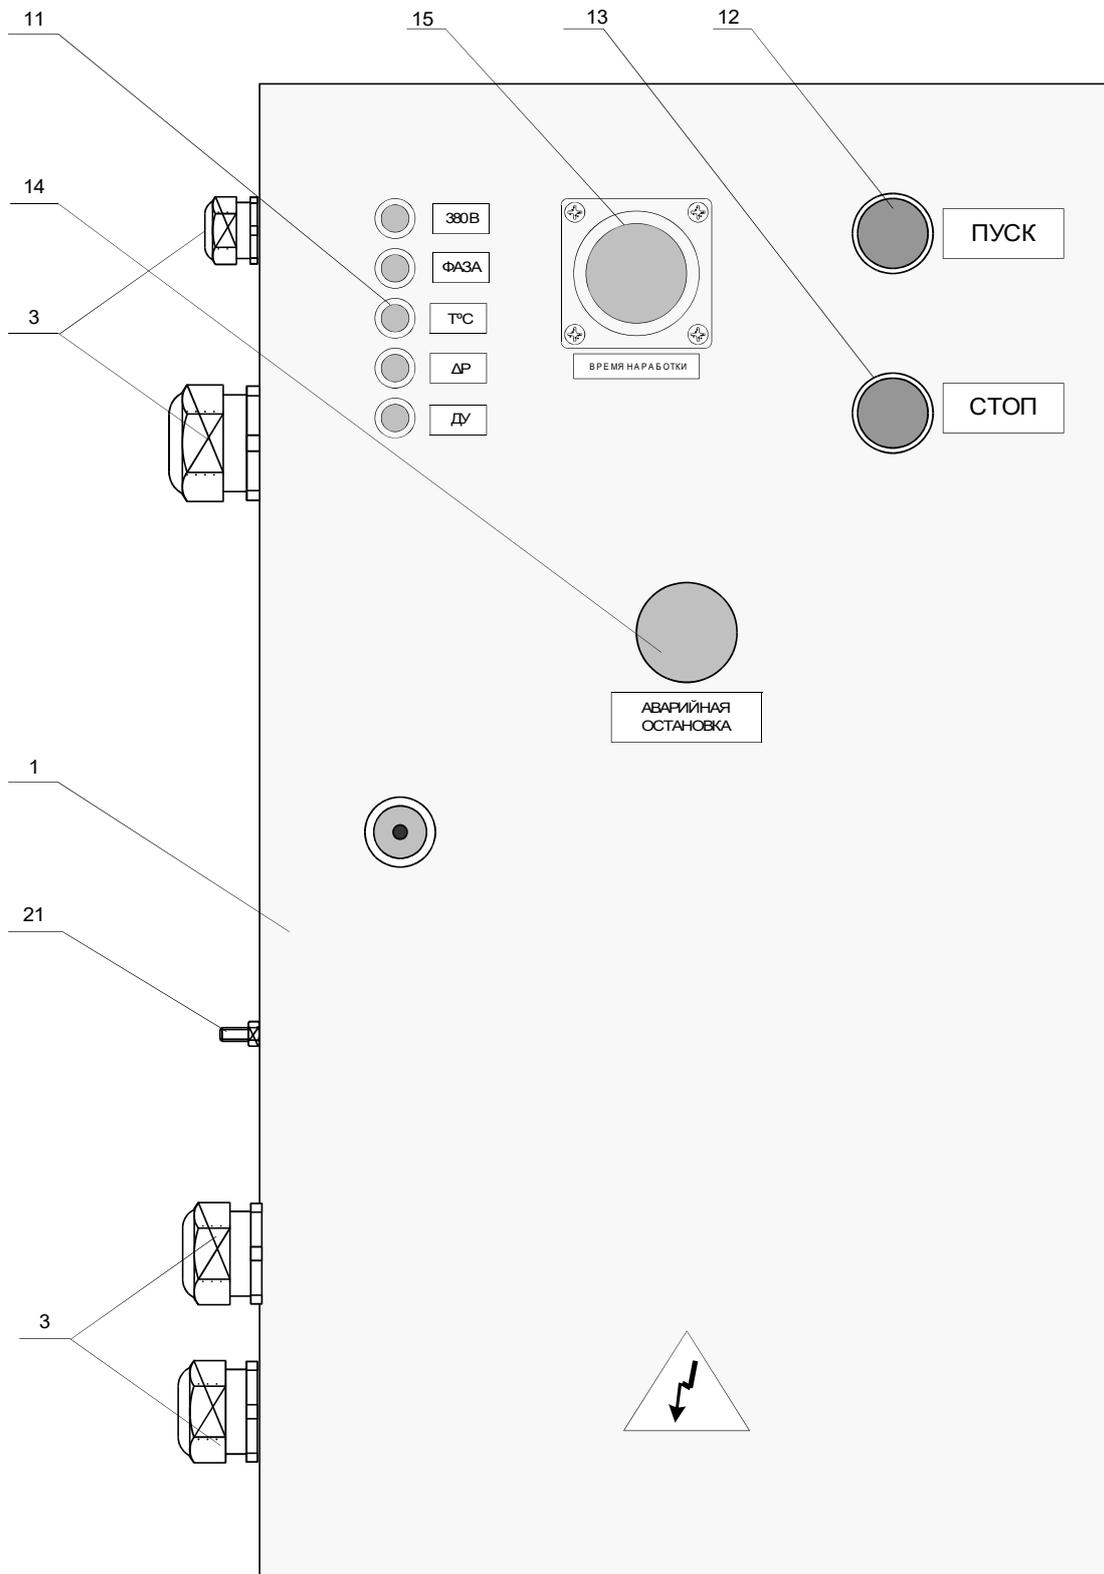
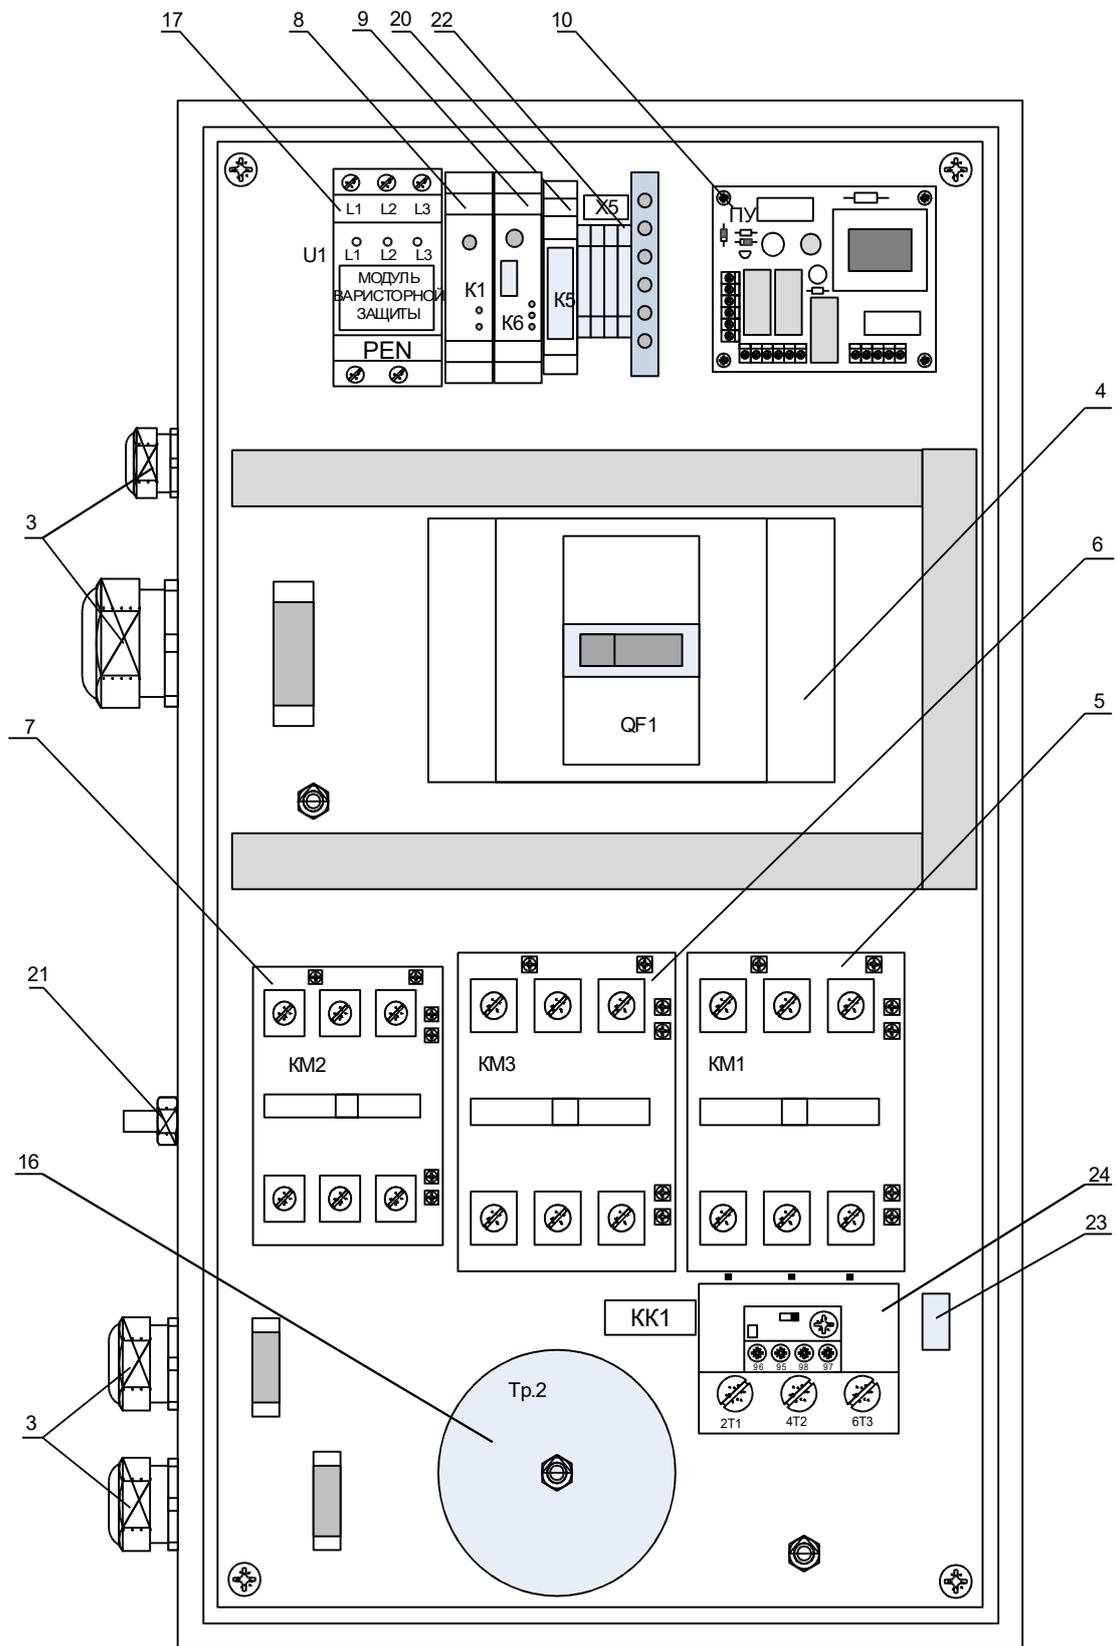

Рис.1 Расположение элементов управления на дверце ЩУ АРМ 19-13-ИН-К
Рис.2 Расположение элементов автоматики внутри корпуса ЩУ АРМ19-13-ИИ-К
Конструктивно корпус ЩУ (1) выполнен в виде металлического прямоугольного ящика с дверцей (см. Рис.1). Внутри корпуса на съёмной металлической панели (2) размещены элементы автоматики (см. Рис.2). На дверце (лицевой панели ЩУ) находятся органы управления и элементы индикации.